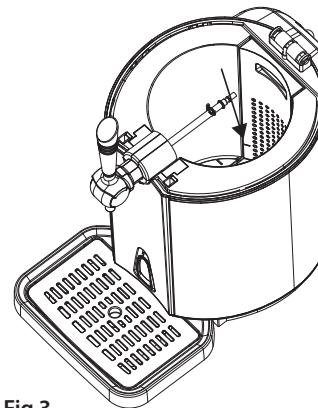

Fig.3
5. Dra ut lansen med stigröret från enheten. Häll 800 ml kallt vatten i kylkammaren. Iaktta MAX- markeringen i kylkammaren och se till att inga andra föremål befinner sig i kylkammaren (fig. 3).